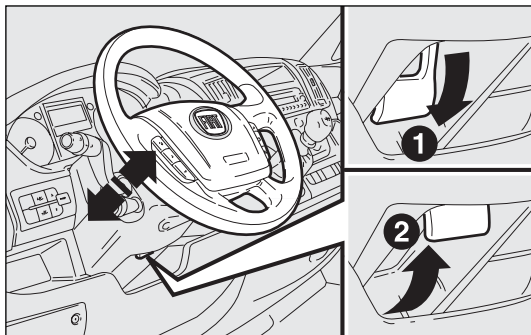

fig. 45
- ontgrendel de hendel fig. 45 door deze naar het stuur te trekken (stand 2);